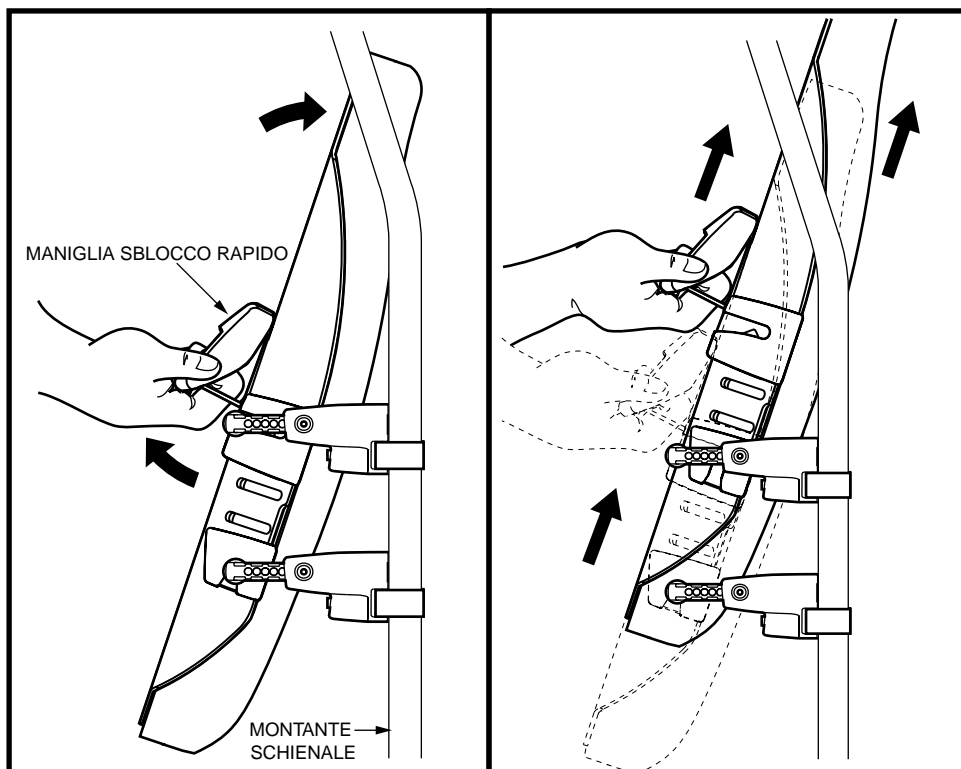

Figura 11. Rimozione del Synergy Shape Back
2. Sollevare la maniglia di sblocco rapido sul retro dello schienale e spingere il sedile in avanti e verso l'alto con un unico movimento. Vedere figura 11.